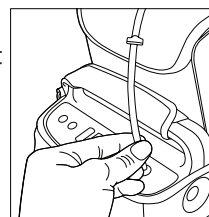

Abbildung 3
7. Bringen Sie den von der Befeuchterflascheneinheit kommenden Schlauch am Sauerstoffausgang des tragbaren Sauerstoffkonzentrators an (siehe Abbildung 3).